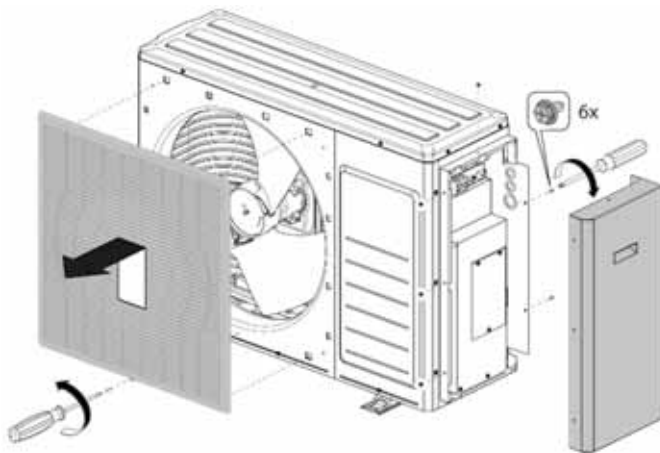

Abb. 63: Demontage des Gitters und der Servicehaube
- ➔ Demontieren Sie die Servicehaube gem. Abb. 63.